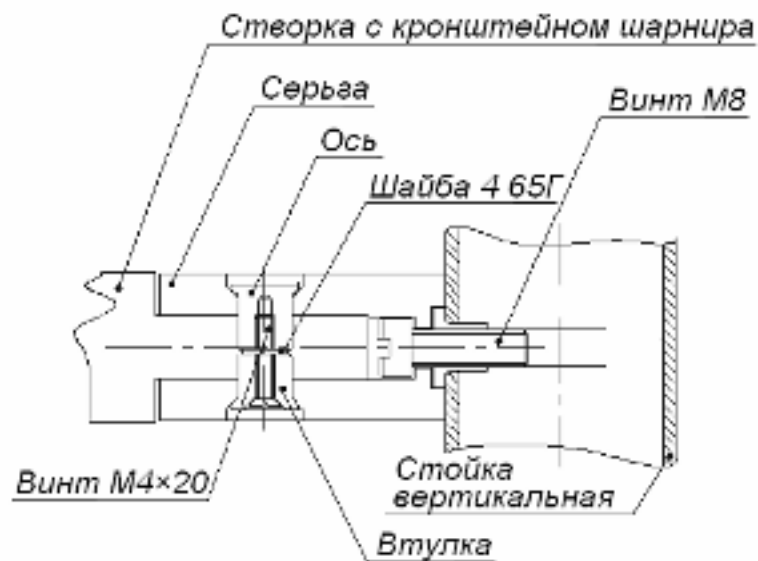

Рисунок 14. Крепление шарниров к опорной стойке поворотной секции ограждения
3. На опорной стойке двумя винтами M8×25 закрепите две серьги шарниров, как показано на рис. 14.
4. Установите в рабочее положение и закрепите болтами M10 опорную стойку. Соберите шарнирные узлы со створкой на опорной стойке, как показано на рис. 14.
4. Закрепите на опорной стойке двумя винтами М8×25 две серьги шарниров, как показано на рис. 14. Установите в рабочее положение опорную стойку. Для обеспечения вертикальности установки стоек рекомендуется использовать монтажные прокладки 50×20×0,5...0,8 мм.